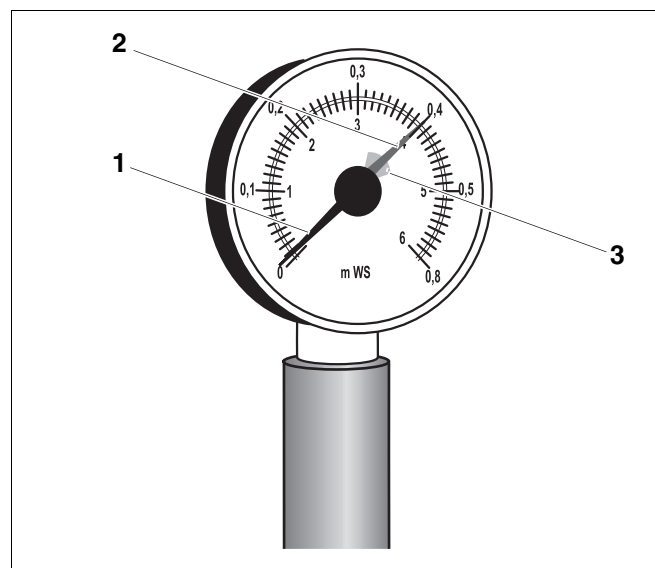

Fig. 4 Hidrómetro (manómetro) para instalaciones abiertas
En las instalaciones abiertas, la aguja del hidrómetro (manómetro) (fig. 4, **pos. 1**) debe encontrarse dentro de la marca roja (fig. 4, **pos. 3**).